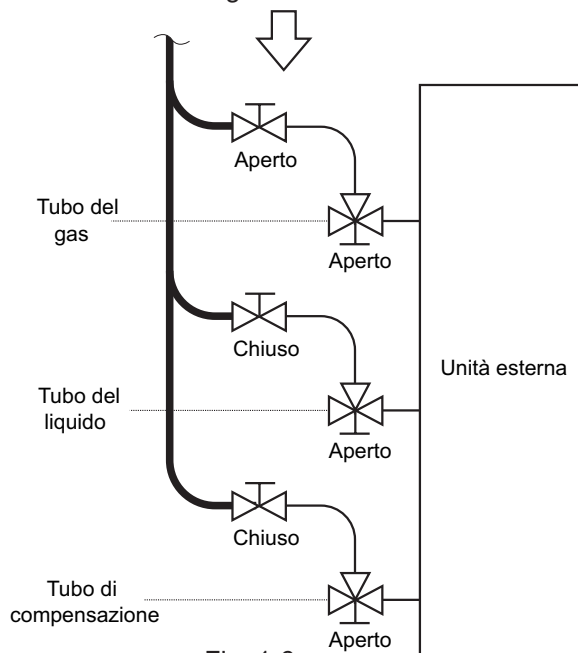

Fig. 1-6
- Qualora non sia possibile caricare tutto il refrigerante aggiuntivo in una sola volta, caricare la quantità residua in forma liquida usando la valvola di servizio del tubo del gas con il sistema in modalità Raffreddamento durante il test di prova. (Fig. 1-6).